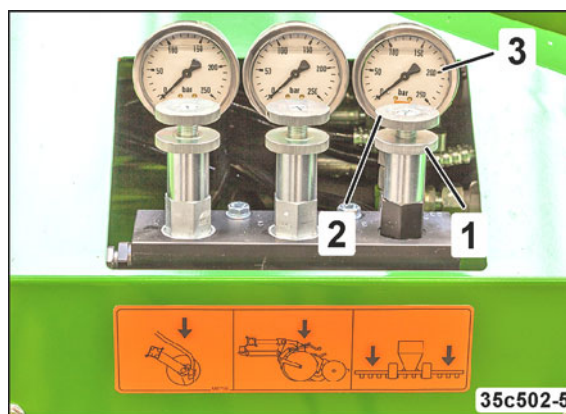

Fig. 178
1. Løsn kontramøtrikken (Fig. 178/1).
2. Indstil trykket på udliggerarmene ved at dreje på ventilskruen (Fig. 178/2).
- Aflæs trykket på manometeret (Fig. 178/3).
Det på manometeret (Fig. 178/1) viste tryk ændrer sig indtil blæseren (adskillesestromlen) kører med konstant omdrejningstal.